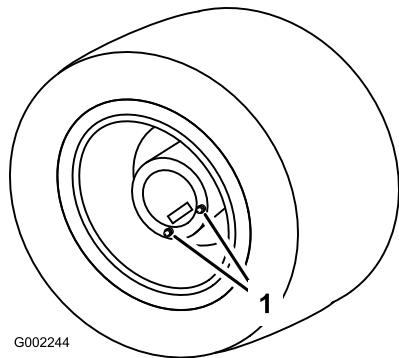

Bild 61
1. Stellen Sie das Sprühfahrzeug auf eine ebene Fläche. Die Hinterräder sollten für das Ablassen positioniert sein (siehe Bild 61).
3. Stellen Sie eine Wanne unter die Ablassschrauben und nehmen Sie sie vom Rad ab (Bild 61).